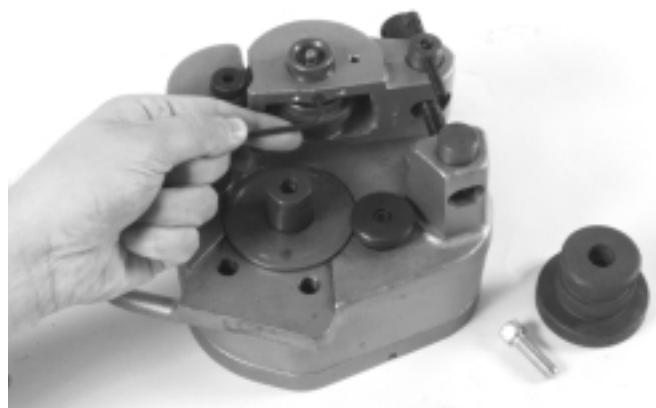

Figura 9 – Modo en que se afloja el tornillo de fijación en el brazo de reacción
5. Con una llave hexagonal de $1/8$ pulg., afloje el tornillo de fijación en el brazo de reacción y extraiga el eje del rodillo de ranurado (*Figura 9*).